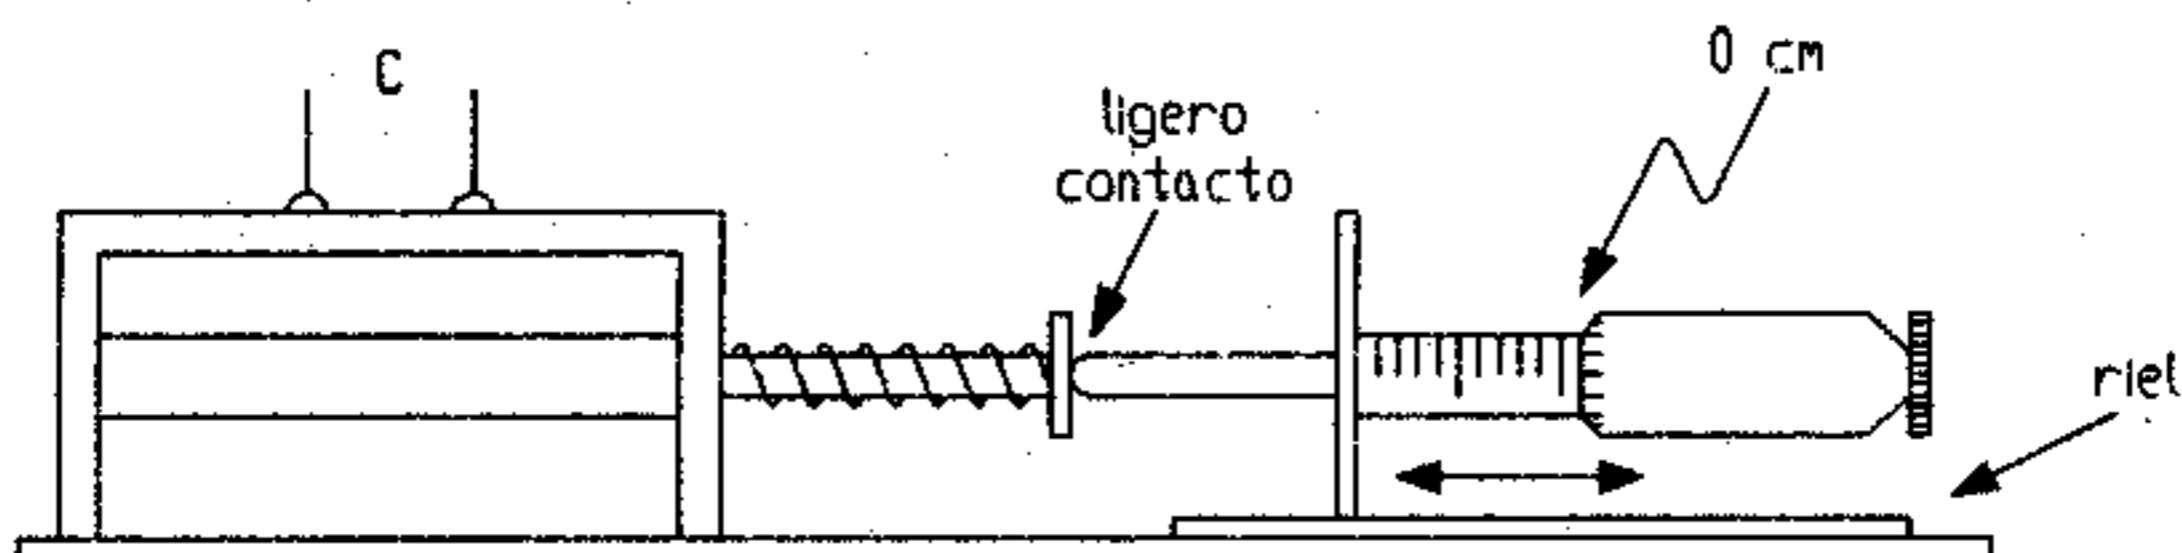

Figura 10
- a) Fije el transductor posición-capacitancia en la base del micrómetro como lo muestra la figura 10.